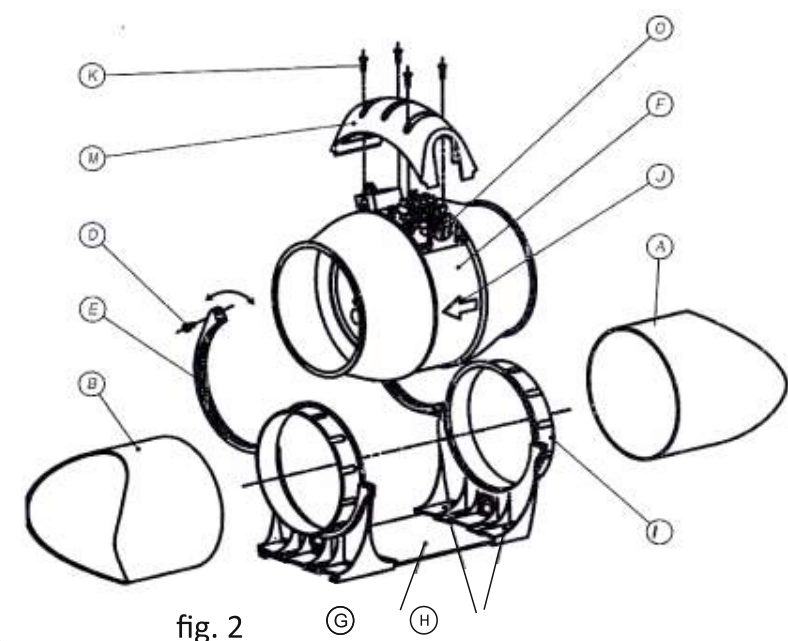

fig. 2
S'assurer que la tension (V) et la fréquence (Hz) de la source d'énergie sont conformes aux valeurs indiquées sur la plaque signalétique. S'assuer que l'appareil peut être déconnecté de l'alimentation électrique principale après l'installation. La dé onnexion peut se faire en donnant accès à la fiche ou en plaçant un disjoncteur dans l'installation f e conforme aux normes d'installation électrique. L'appaeil doit être raccordé en permanence au câblage de l'installation f e (c(câble à 2 ou 3 fils d'une section minimale de 1 mm2 et maximale de 1,5 mm2). Pour effectuer le raccordement électrique, suivez le schéma de câblage (voir figures 3A, 3B, 3C). Aucune mise à la terre n'est nécessaire étant donné qu'il s'agit d'un appareil à double isolation (classe II). Reti z le couverrcle de la boîte de jonctionomme indiqué à la figure 2. Perforez le support de câble isolé (0) pour faire passer les câbles d'alimentation.